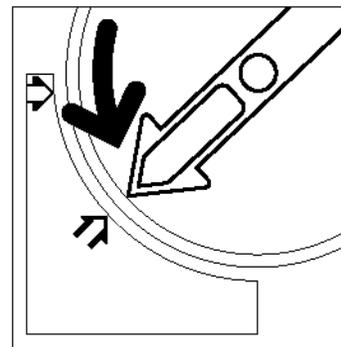

Figura 9: Rotación del cartucho de tóner
- 3** Retire el cartucho vacío girándolo hacia la izquierda hasta que el punto grande del cartucho se alinee con el punto pequeño situado en la copiadora/impresora, como ilustra la Figura 9.